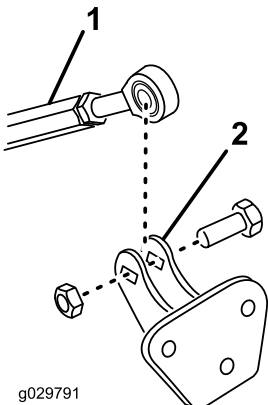

Figure 10
5. Fixez le côté tige de la biellette filetée au support de biellette à l'aide d'un boulon (1/2 x 1-1/2 po) et d'un contre-écrou (1/2 po), comme montré à la Figure 10.